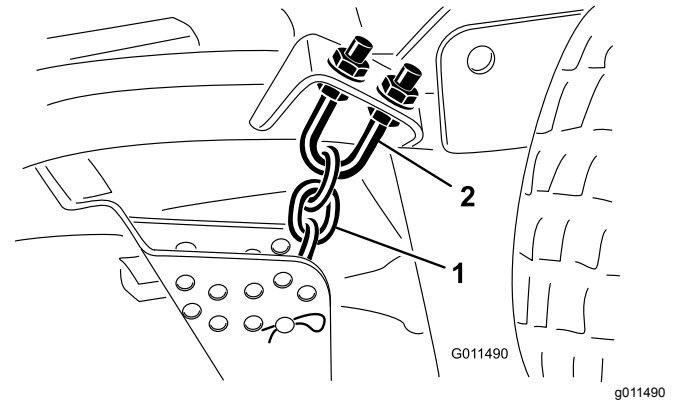

Figura 108
1. Allentate i controdadi sulla parte superiore o inferiore del bullone a U della catena dell'altezza di taglio (Figura 108).